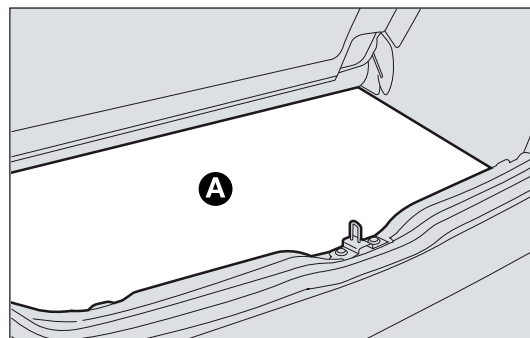

fig. 121
- ☐ sollevare il tappeto del pianale vano bagagli A-fig. 121;